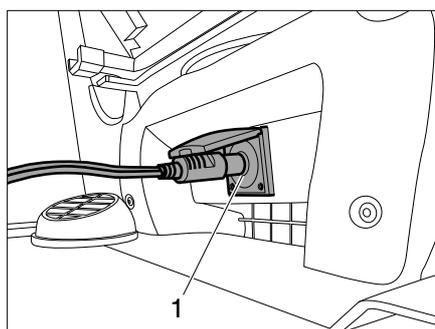

Bild 90 12-V-Anschluss unter dem Sitz
- Stecker an der 12-V-Steckdose (Bild 90,1) unter dem Sitz einstecken.
- ▷ Die Kühlbox nur an der 12-V-Steckdose (Bild 90,1) anschließen. Alle anderen Steckdosen werden von der Fahrzeugbatterie versorgt.